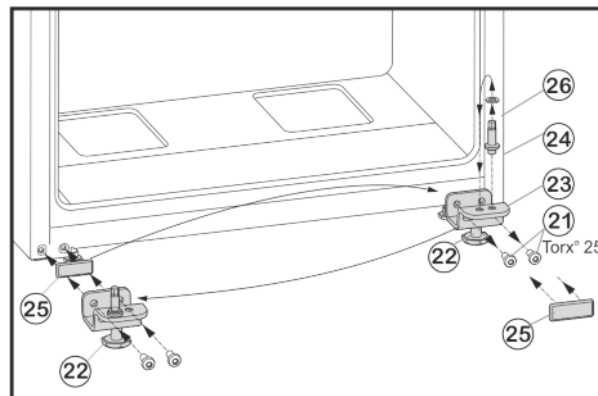

Fig. 8
- ▶ Dévisser les vis de fixation Fig. 8 (21).
- ▶ Retirer l'ensemble du support de palier inférieur Fig. 8 (23) avec le boulon de palier Fig. 8 (24), la rondelle Fig. 8 (26) et le pied de réglage Fig. 8 (22).
- ▶ Dévisser l'ensemble du boulon de palier Fig. 8 (24) avec la rondelle Fig. 8 (26), déplacer le tout dans le trou de préhension du côté opposé du support de palier et revisser fermement.
- ▶ Retirer avec précaution la plaque de recouvrement Fig. 8 (25) et la déplacer du côté opposé.
- ▶ Revisser l'ensemble du support de palier inférieur Fig. 8 (23) avec le boulon de palier Fig. 8 (24), la rondelle Fig. 8 (26) et le pied de réglage Fig. 8 (22) du côté de la nouvelle charnière, au besoin à l'aide d'une visseuse sans fil (**en appliquant un couple de 4 Nm**).
- Placer la porte à partir du haut sur le boulon de palier Fig. 8 (24).
- Dévisser le pied de réglage Fig. 8 (22) sur le support de palier inférieur Fig. 8 (23) jusqu'à ce qu'il repose au sol.